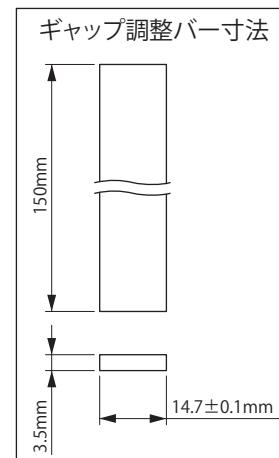

図 8-21
- (3) アウターディスク⑭とセンターリング①の間から、ギャップ調整バー（お客様で角板をご準備ください。図 8-21 参照）をギャップ調整ネジ②の溝に差し込んでください。